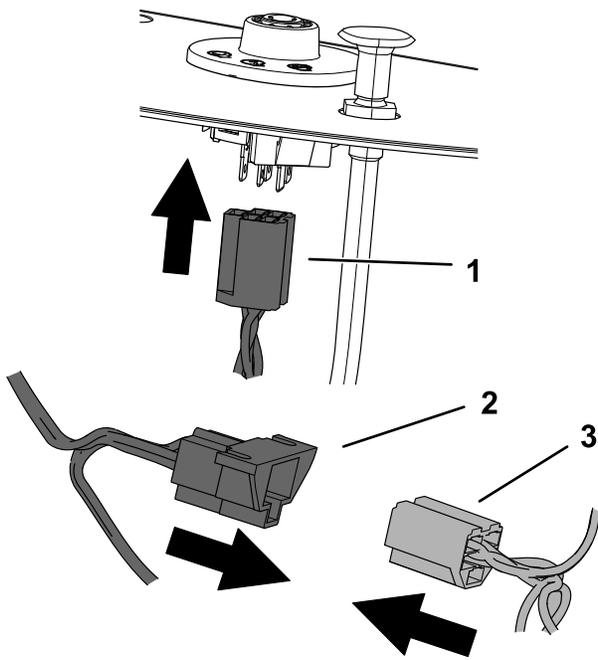

Figura 6
3. Conecte el conector de entrada del interruptor de encendido del arnés de cables del kit al interruptor de encendido (Figura 6).
4. Conecte el conector de salida del interruptor de encendido al conector del interruptor de encendido del arnés de cables de la máquina (Figura 6).